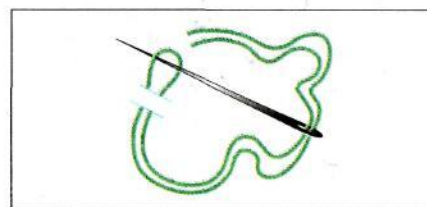

Рис. 65
- Нитку в два сложения продергивают концами в иглу. Затем выполняют небольшой стежок в начале работы, протягивают нитку, оставляя на лицевой поверхности кончик в виде петельки, в которую вдевают иглу, и затягивают нитку (рис. 65).